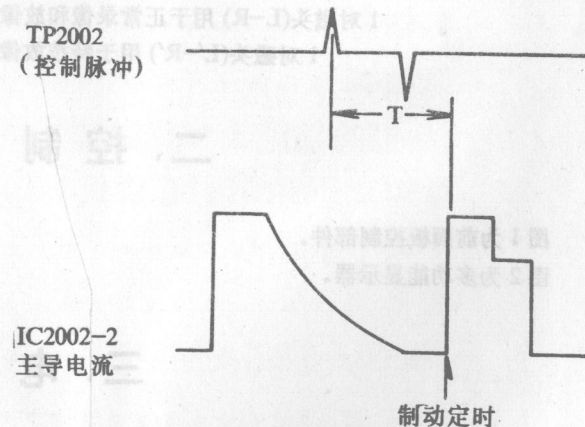

图6
② 以SP方式用空白磁带记录PAL彩条信号并重放, 然后通过红外遥控器将录像机置于1/5慢速(按“SEARCH”键, 再按“+”键5次);
③ 调节VP2011, 使相位移为 $20 \pm 2\text{ms}$, 如图6中T周期所示;
④ 置NTSC开关到3.58NTSC位置;
⑤ 以LP方式用空白磁带记录NTSC彩条信号并重放, 然后通过红外遥控器将录像机置于1/5慢速;
⑥ 调节VR2006, 使图6中的相位移T周期为 $12 \pm 2\text{ms}$ 。